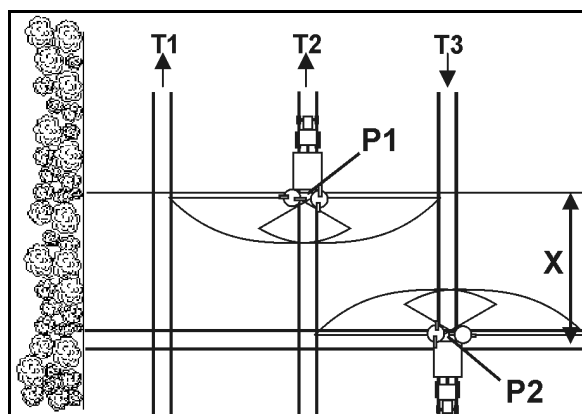

Fig. 89
- Åbn lukkeskyderen efter indkørsel i køresporet på punkt P1 (Fig. 89), hvis spredeskiverne er fjernet med strækningen X fra køresporet på forageren.
- Luk spjældet, før der køres ud fra køresporet på punkt P2 (Fig. 89), hvis spredeskiverne befinder sig i samme højde som det første sprøjtespor på forageren.